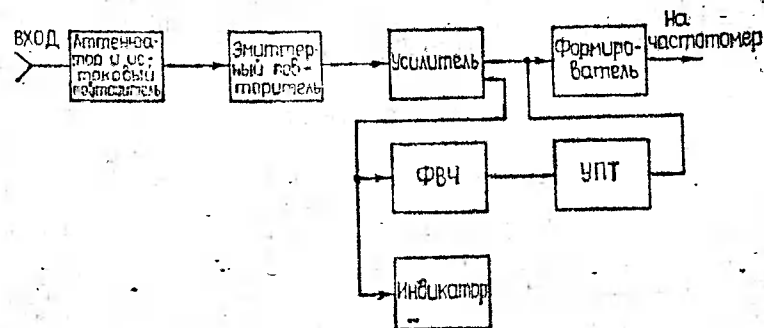

Рис. 2
4.2.1. На рис. 2 приведена структурная схема усилителя широкополосного ЯЗЧ-31/1, включающая в себя следующие основные узлы: